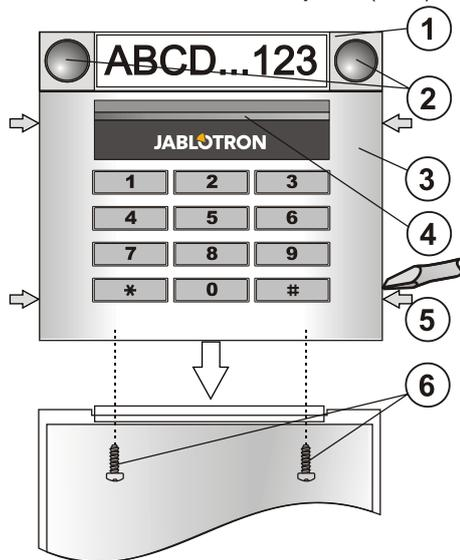

Figure : 1 - segment de commande; 2 - touches du segment; 3 - module du clavier; 4 - touche d'activation éclairée; 5 - cliquets d'ouverture; 6 - vis du capot
1. Appuyez progressivement sur les quatre cliquets latéraux (voir la figure 1) et retirez le clavier de la gaine plastique.
6. Raccordez le câble du bus à la réglette de bornes (11).